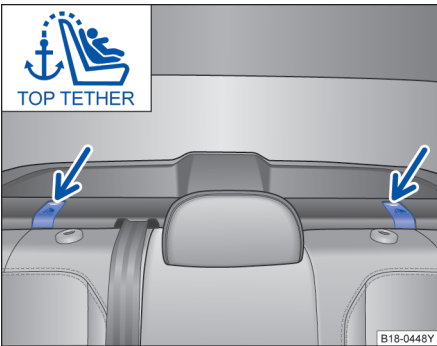

图 64 Top Tether 固定点
- 打开后排座椅后的盖板 → 图 64。
- 将上部固定带钩入相应的固定环中 → 图 64。